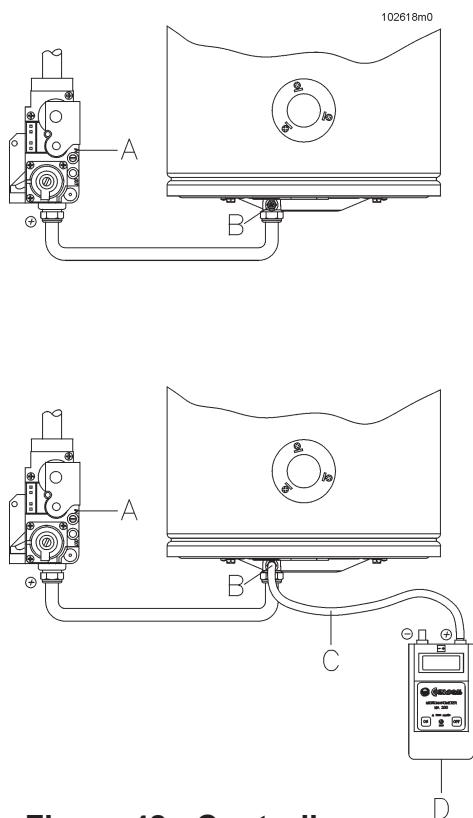

Figura 42 - Controllo pressione del gas al bruciatore
- allentare la presa di pressione "A" (vedi figura 42);
- Terminata la verifica della pressione richiudere la presa di pressione "A" di figura 42;
- eseguire una prova di tenuta gas sulla presa di pressione "A" di figura 42.
- allentare di un giro la vite sita all'interno della presa di pressione "B" vedi figura 42;
- collegarvi un manometro con risoluzione di almeno 0,1 mbar (1 mmH₂O) vedi figura 42;
- eseguire una prova di tenuta gas sulla presa di pressione "B" di figura 42 con il bruciatore acceso.
- collegare un manometro con risoluzione di almeno 0,1 mbar alla presa della pressione al bruciatore "B" (vedi figura 42)